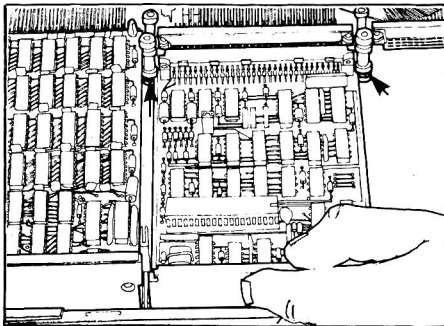

Bild 2.8 Einschieben der Karte zwischen die unteren Nylonführungsbuchsen
- b) Mit der Steckerleiste leicht nach unten gerichtet, Floppy-Controller zwischen die zwei unteren Nylon-Führungsbuchsen schieben (Bild 2.8).